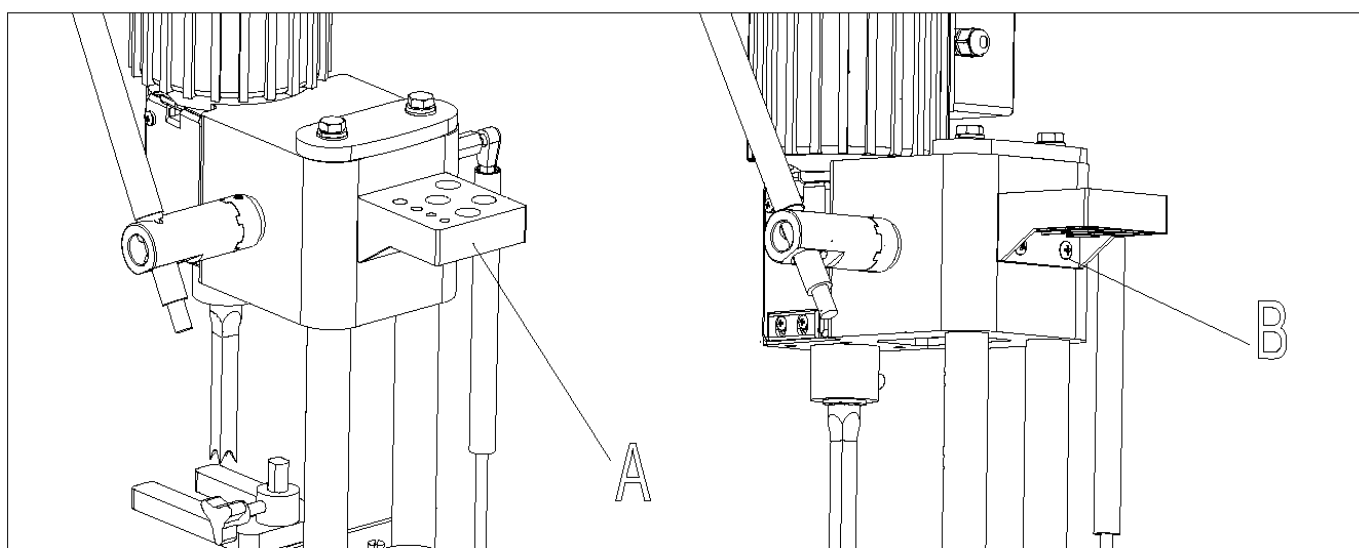

Fig. 6
Fissate il piano (A) **Fig. 6** sulla base utilizzando le due viti a testa piana (B) M6x1x35 mm. Inserite le due viti (B) nei due fori situati nel piano (A). Posizionate i due dadi a T nelle fessure situate nella base della macchina e stringete solidamente le due viti (B) nei dadi a T.